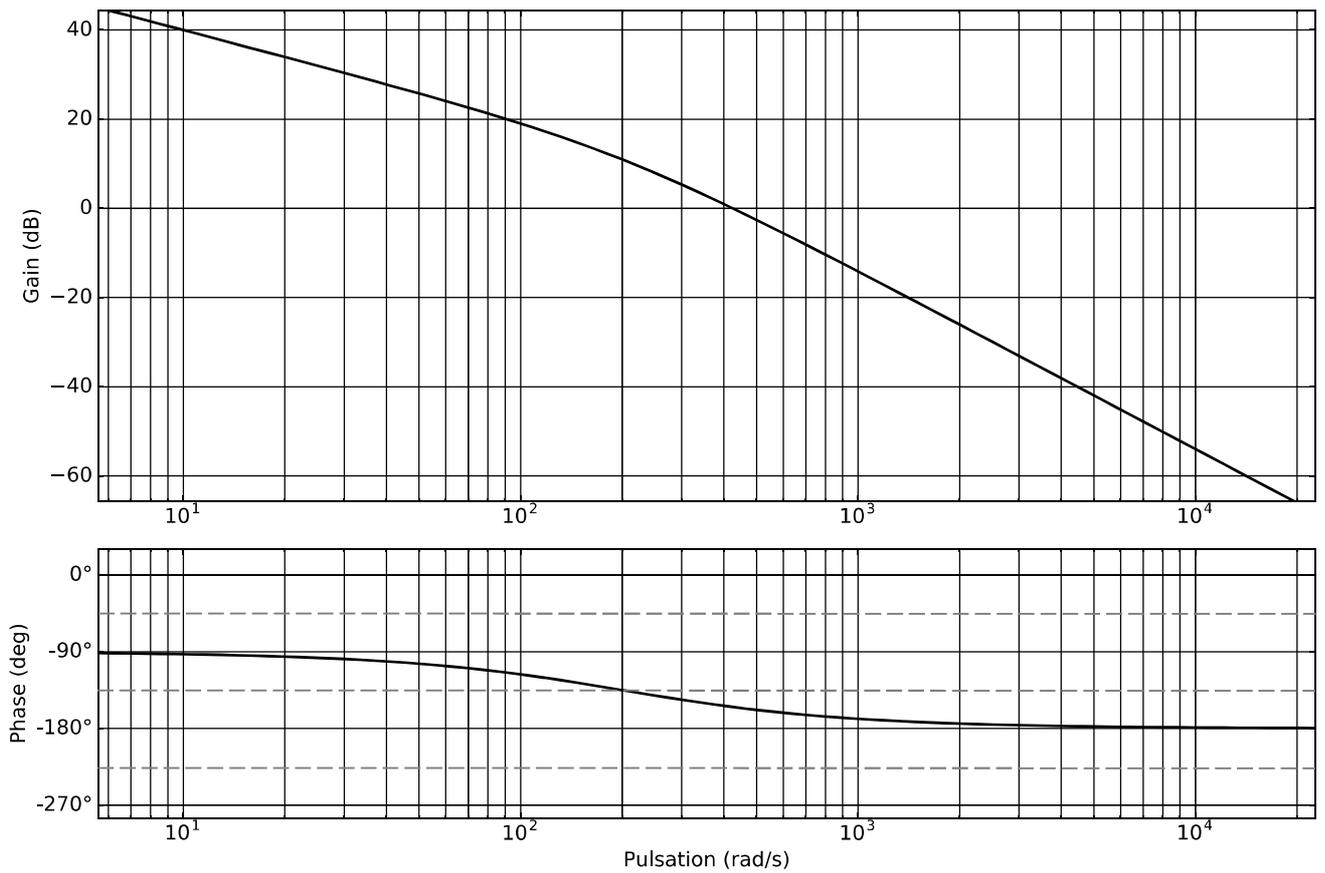

Figure R4 : diagramme de Bode de la fonction de transfert en boucle ouverte non corrigée de la boucle de position  $H_{bo_\theta}(j\omega)$
**Question 21** À partir du diagramme de Bode de la fonction de transfert en boucle ouverte  $H_{\text{bo},\Theta}(j\omega)$  (figure R4 du document-réponses), tracer le diagramme asymptotique de cette fonction. Proposer une expression numérique de la fonction de transfert  $H_{\text{bo},\Theta}(p)$